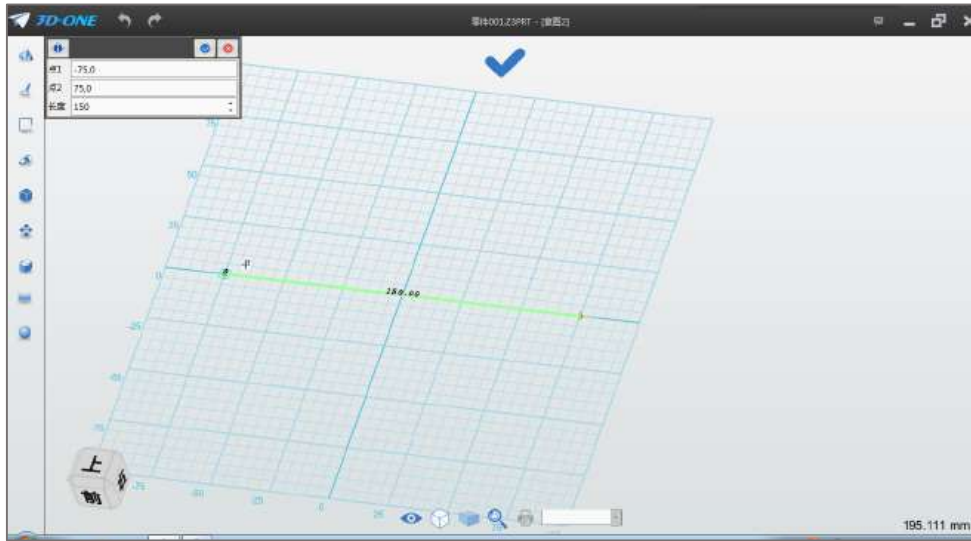

图 1-1
Step 1 打开软件，左键点击直线命令 ，点击工作区的网格，绘制长为 150 的水平直线，如下图 1-1 所示：